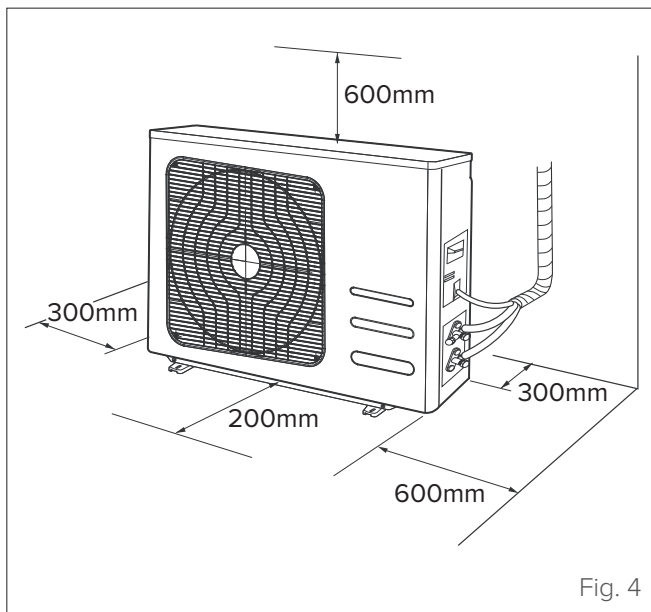

Fig. 4
- lo spazio disponibile per l'installazione deve soddisfare i requisiti indicati (vedere "Fig. 4")